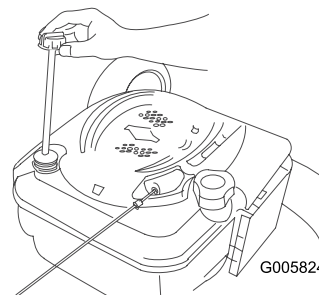

Figura 39
1. Retire la varilla (Figura 39).
3. Vierta **lentamente** aceite en el tubo de llenado hasta que el nivel llegue a la marca Full de la varilla (Figura 39). **No llene demasiado.** (Capacidad máxima: 0,59 l, tipo: SAE 30W, aceite detergente con clasificación de servicio API SF, SG, SH, SJ, SL o superior.)